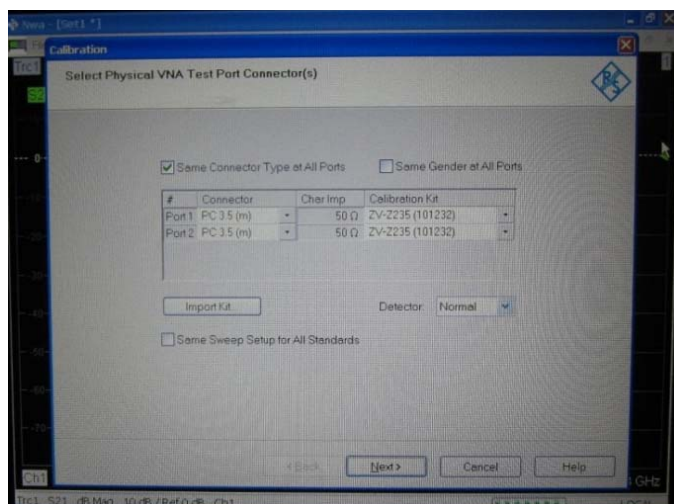

图 3-19 矢网校准对话框
- 1) 在矢网面板上点击 Channel 栏下的 Cal1 按钮,然后使用鼠标点击液晶屏右侧软键 Start Cal->Two port P1 P2->TOSM,矢网液晶屏弹出校准对话框,如图 3-19 所示,请按图所示选择 ZV-Z235 校准件。